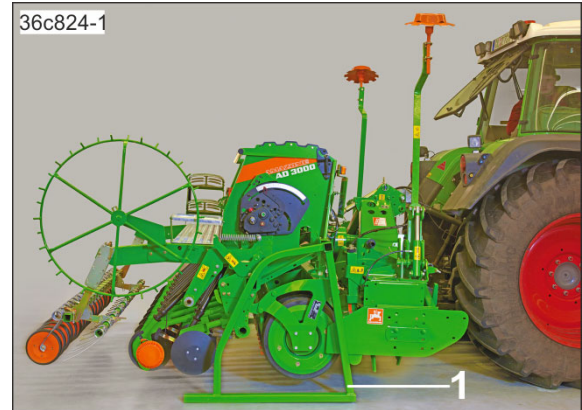

Рис. 131
11. Снимите опорные стойки (Рис. 131/1).